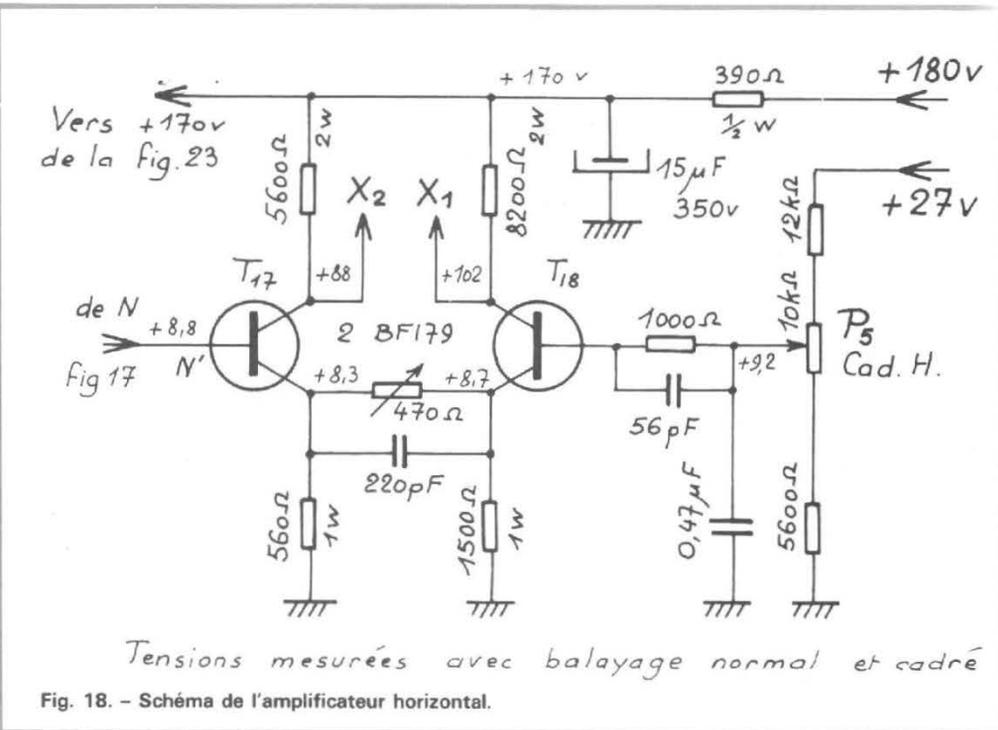

Fig. 18. - Schéma de l'amplificateur horizontal.
c) L'amplificateur horizontal (voir fig. 18)